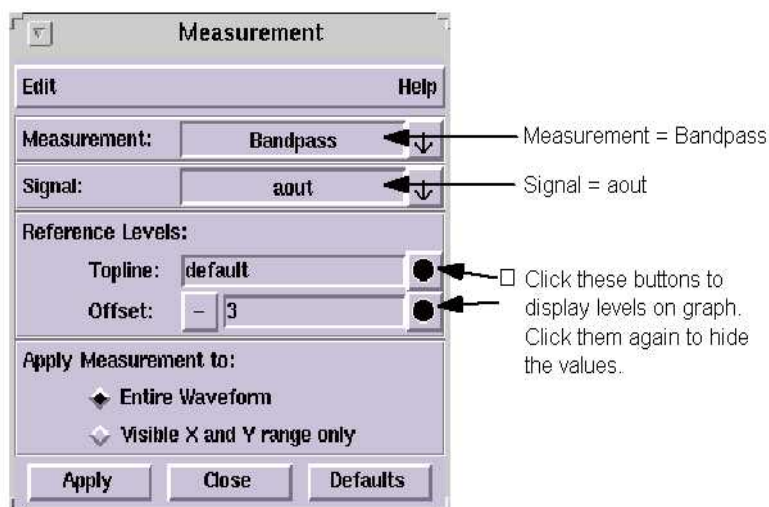

图 20
- 4) 由于在 Graph 窗口只有一个信号，aout 应出现在 Measurement 对话框的 Signal 字段，如图 20 所示。